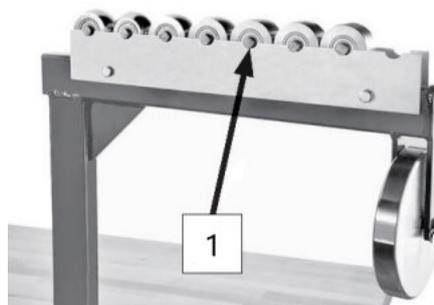

Fig. 10 – Unité des cylindre inférieur sur le logement de cylindre
7. Mettez l'un des axes de cylindre inférieur dans chacun des cylindres inférieurs, puis placez les unités sur le logement de cylindre (voir fig. 10).